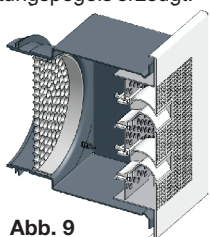

Abb. 9
Kein Einfluss auf den Schallpegel bei Baugröße DN 100. Erhöhung des Schallpegels um maximal 2 dB (A) bei Baugröße 125. **Abb. 9 und 10** zeigen die Erhöhung des Druckverlusts für die Bautypen mit 30% bzw. 40% freiem Querschnitt.